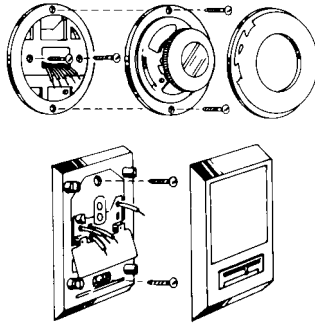

Figura 1
2. Retire la cubierta del termostato anterior para exponer el cableado (Figura 1).